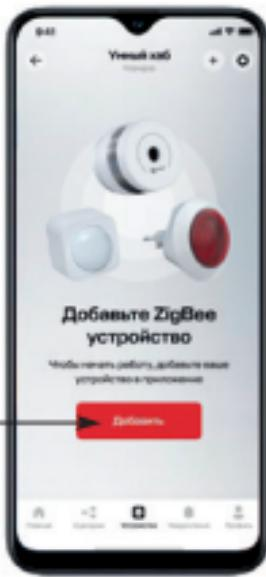

Рисунок 6.1
8.7 Нажмите кнопку «Добавить устройство» (рис. 6.1 – 6.3).